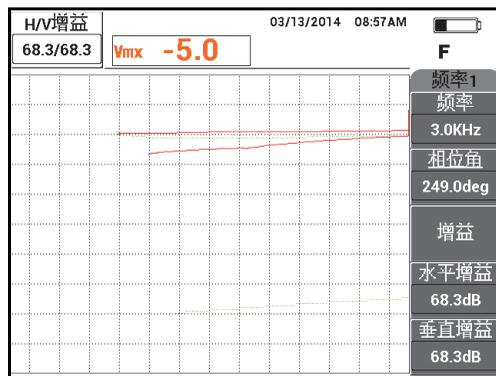

图 5-105 调节频率 1 的增益
- 按增益键 (**dB**)，然后增加频率 1 增益，直到位置 2 上的频率 1 信号处于屏幕高度的 20% 的位置 (参见第 188 页的图 5-105)。